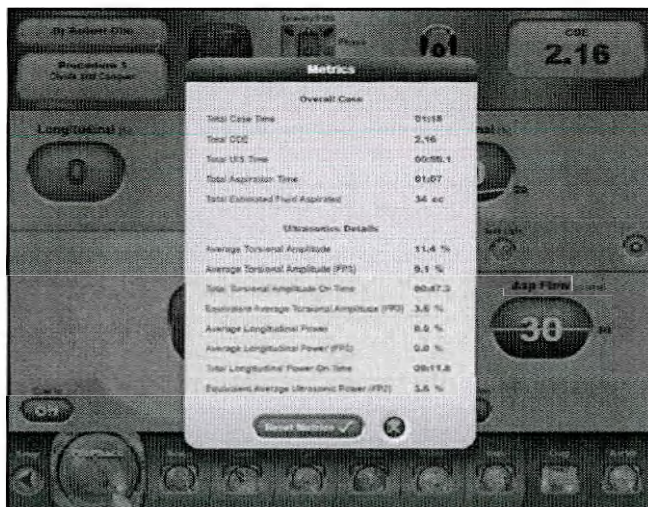

Рисунок 2-40 Диалог показателей с кумулятивной рассеиваемой энергией (CDE).
Текущее значение кумулятивной рассеиваемой энергии (CDE) отображается на этой клавише. Диалог «*Статистика (Metrics)*» появляется, когда клавиша нажата (смотрите Рисунок 2-40). Показатели для ультразвука (Ultrasonics) и жидкостной системы (Fluidics) отображены для текущей хирургической процедуры. Нажатие клавиши «Отмена (Cancel)» (X) сохраняет показатели и возвращает систему к последнему используемому экрану. Нажатие клавиши «Сброс показателей (Reset Metrics)» (✓) сбрасывает все показатели к нулю и возвращает систему к последнему используемому экрану.